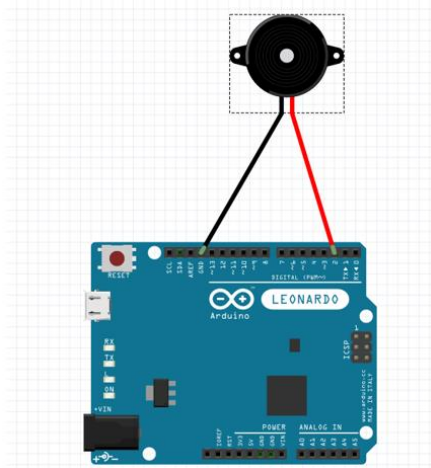

Рис. 3.4. Схема для вивчення роботи активного зумера
9. На монтажній платі скласти схему з активним зумером відповідно до рис. 3.4.